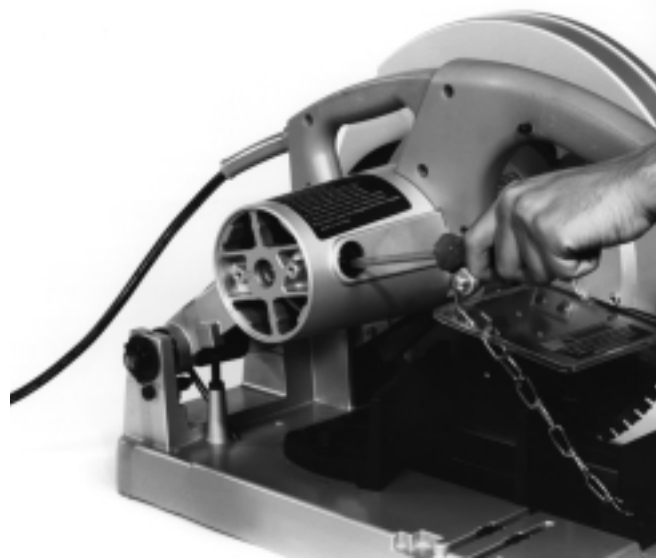

Figura 11 – Extracción de las tapas de las escobillas
2. Emplee el destornillador de cabeza ranurada ( - ) para extraer las tapas de las escobillas (Figura 11).